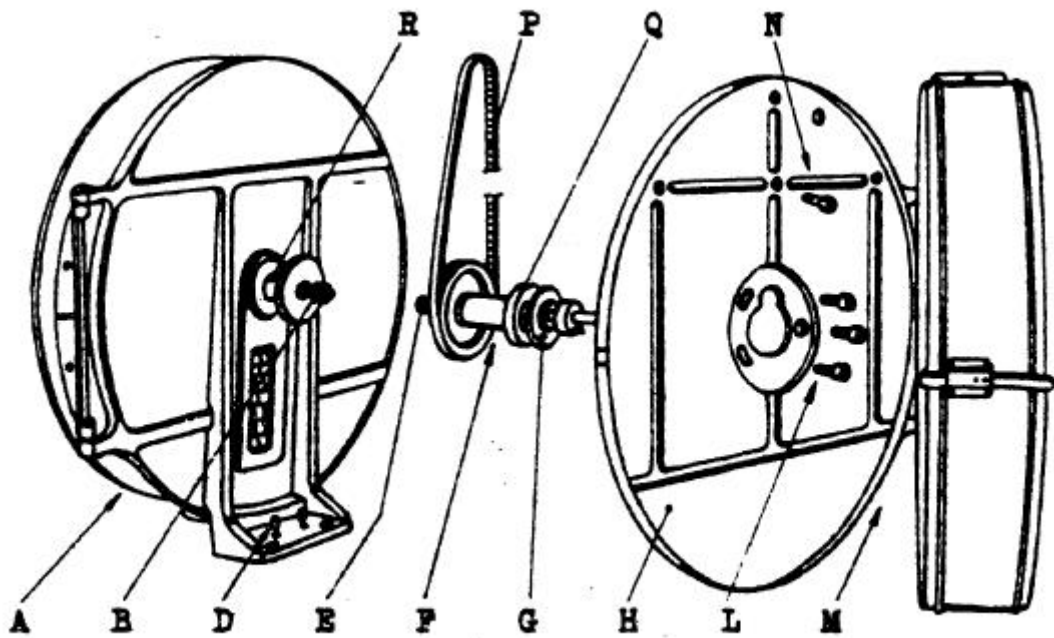

FIG. 9
- sul cuscinetto della frizione superiore (fig. 9 el. R);
- sul cuscinetto della frizione inferiore (fig. 9 el. Q);